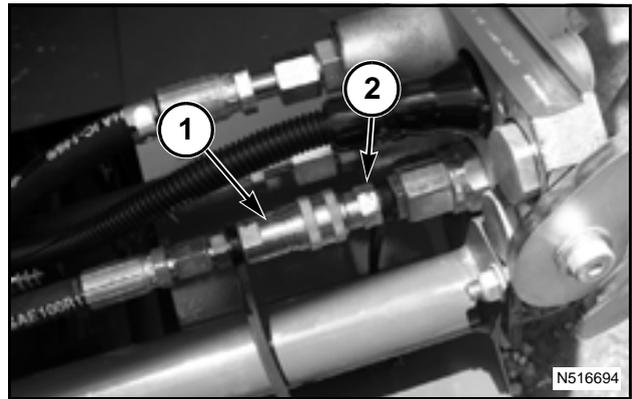

FIG. 242
FIG. 242: En cosechadoras equipadas con control de velocidad variable en el cabezal: Al instalar un cabezal de granos, instale la manguera (1) de elevación del molinete en la conexión de altura del molinete (2) en el conector simple. Asegúrese de que el fuelle esté instalado en la conexión de velocidad variable.